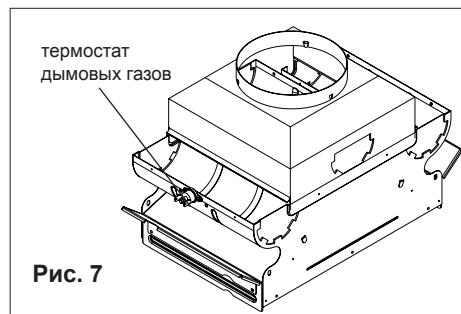

Рис. 7
**Д л я восстановления работы водонагревателя, с помощью отвертки нажмите кнопку на термостате дымовых газов (рис. 7), после чего закройте и вновь откройте кран горячей воды.**